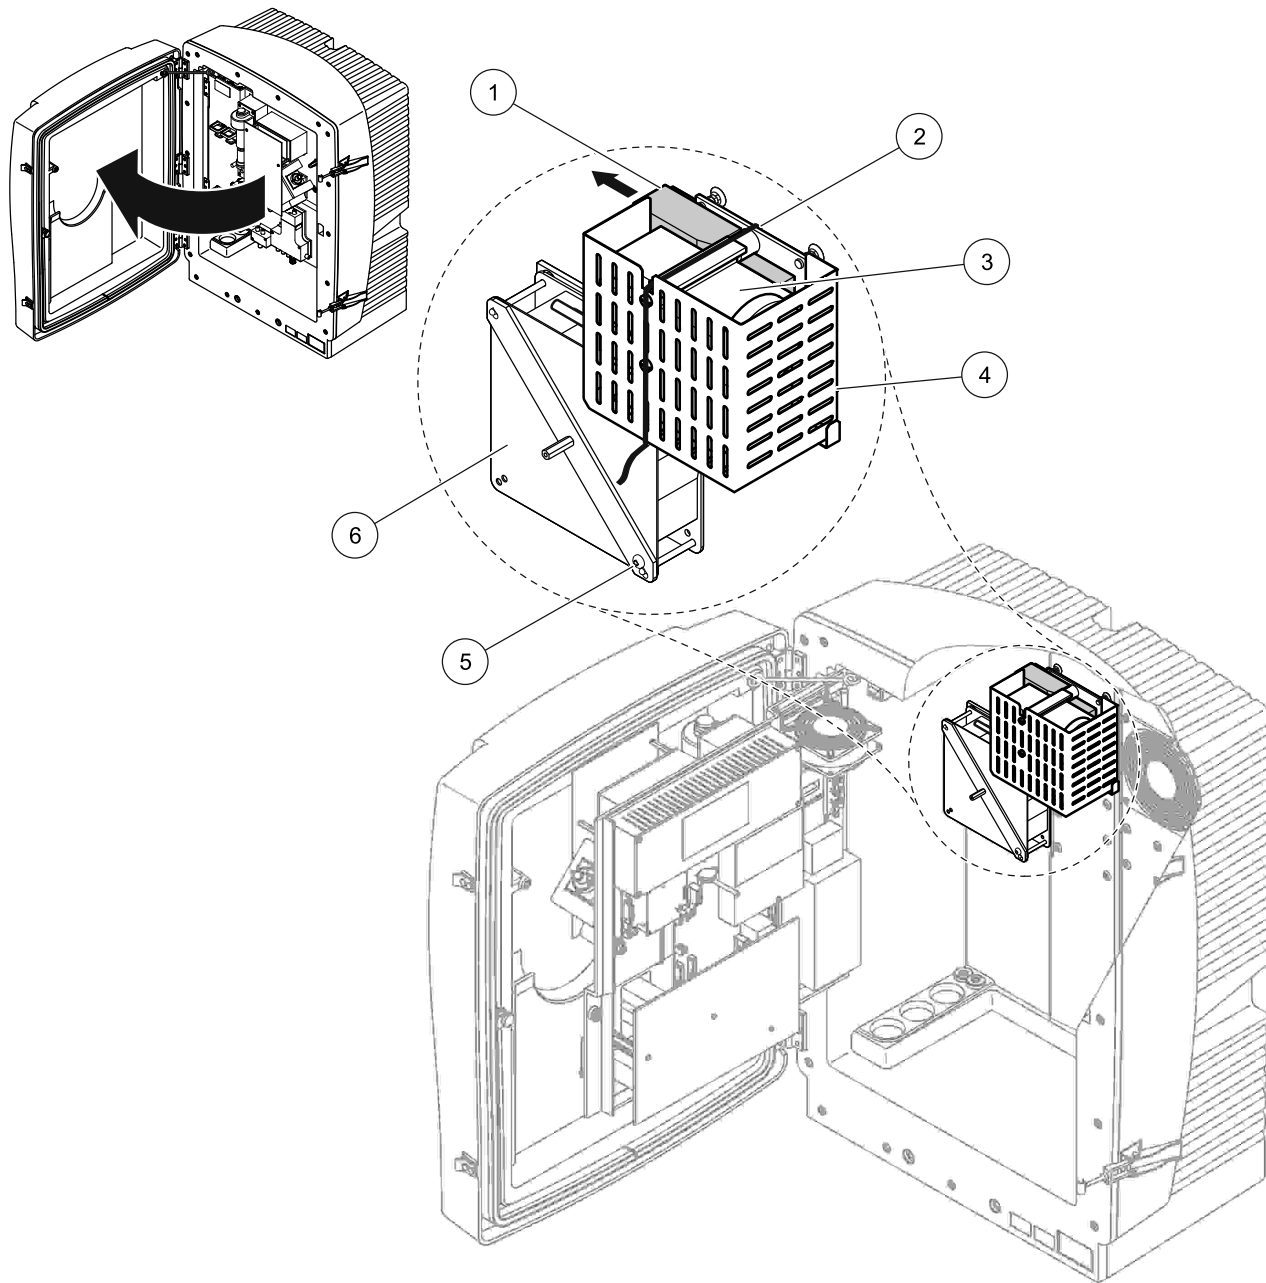

Figure 10 Démontage du dispositif de sécurité pour le transport du compresseur¹
3. Enlevez le collier de serrage et sortez le dispositif de sécurité pour le transport du compresseur en le tirant vers la gauche (Figure 10 à la page 20).